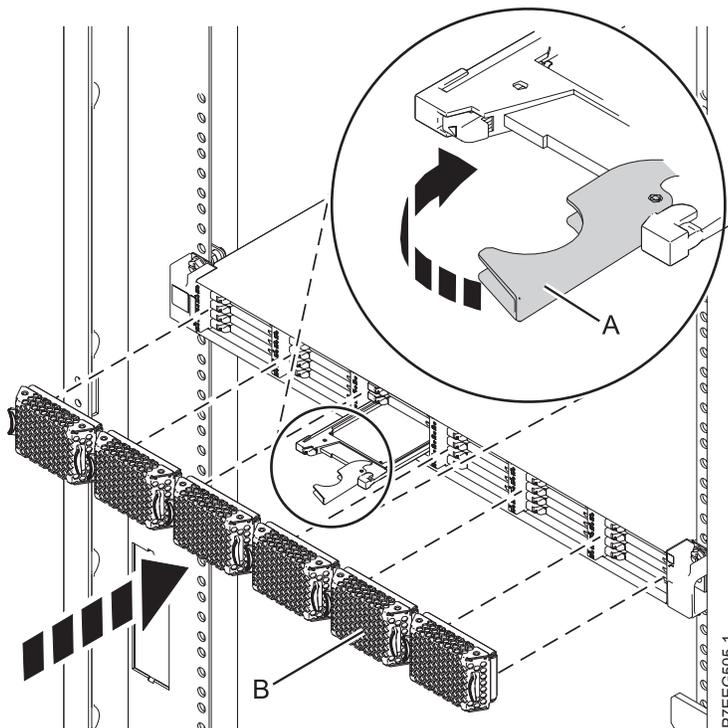

Figure 9. Installation d'une unité SSD dans l'armoire de stockage PCIe ED/R1
1. Avec la poignée en position déverrouillée, alignez l'unité SSD avec les rails de guidage dans le boîtier. Pour plus d'informations, voir figure 9.